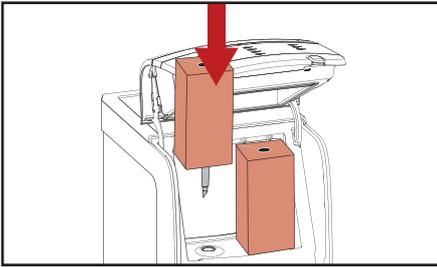

Fig. 4.1 - Colocação do pacote de insumos
4. Insira o pacote (fig. 4.1).